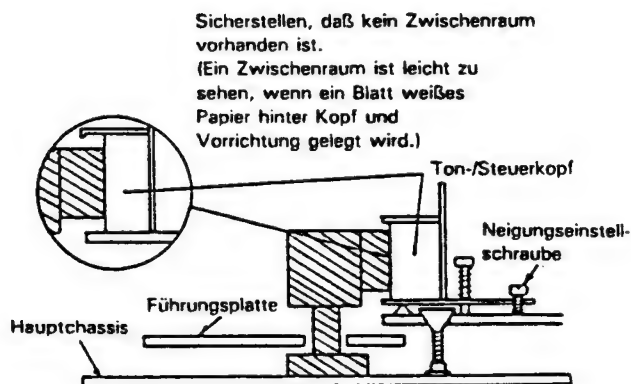

Abbildung 1-19.
2. Die Neigungseinstellschraube ② mit einem Kreuzschlitzschraubenzieher lösen.
3. Die Azimuteinstellschraube ⑤ (3P + 8S) mit einem Kreuzschlitzschraubenzieher abschrauben.
4. Die Ton-/Steuerkopfschraube ④ mit einem Kreuzschlitzschraubenzieher abschrauben, wobei auf die Feder ⑦ zwischen der Ton-/Steuerkopfschraube ④ und der Ton-/Steuerkopfeinheit ① zu achten ist.
6. Die Ton-/Steuerkopfeinheit ① so anbringen, daß sich der Arm und die Platte des Ton-/Steuerkopfes fast parallel zueinander befinden.
7. Den Ton-/Steuerkopf-Neigungswinkel gemäß Abb. 1-19 einstellen.
- 2. Den Neigungswinkel des Ton-/Steuerkopfes gemäß Abb. 1-19 einstellen.